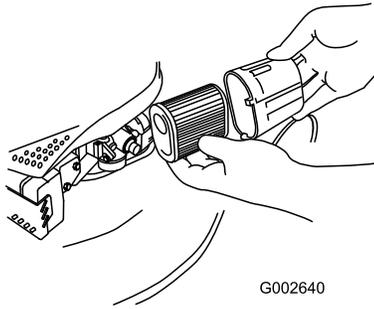

Figura 36
2. Gire la tapa del filtro de aire para retirarla (Figura 36).